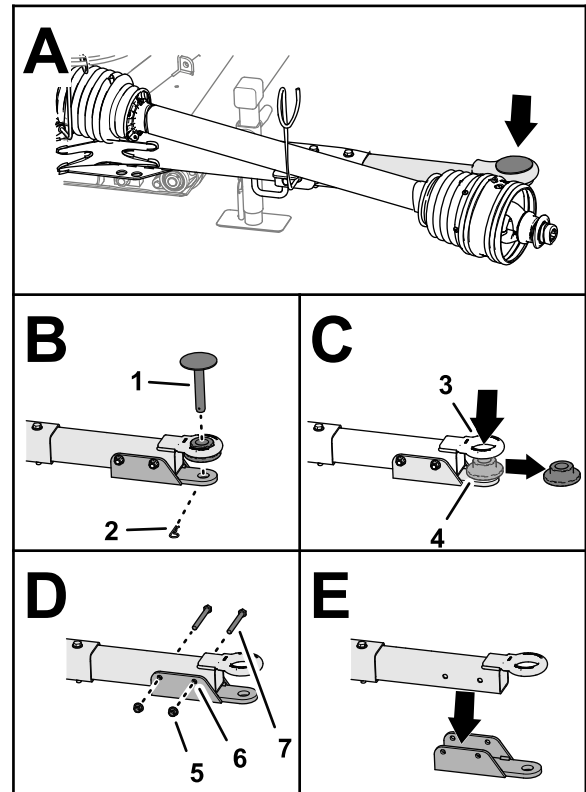

Figura 7
1. Retire la chaveta que sujeta el pasador de enganche a la barra de tiro, y retire el pasador de enganche (Figura 7).
2. Retire el casquillo con brida de la argolla de arrastre (Figura 7).
3. Retire las 2 contratuercas con arandela prensada y los 2 tornillos que sujetan el soporte de la horquilla a la barra de tiro, y retire el soporte de horquilla (Figura 7).